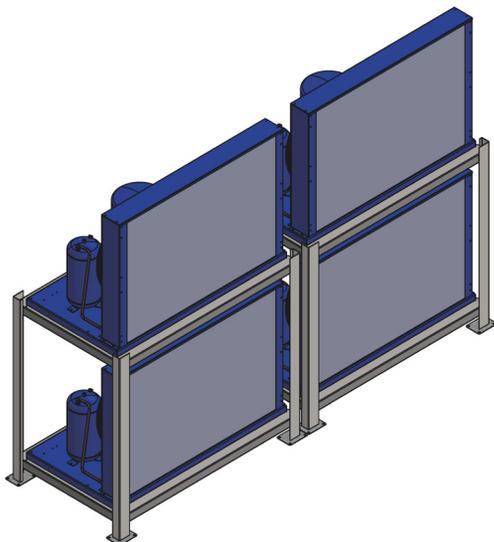

Fig. 5 - vista isométrica
- Para construção do local das unidades observe a **Tabela 3** e as **Fig. 5** e **5.1** que contam com as medidas dos magazines e o peso que o local da instalação deverá suportar.